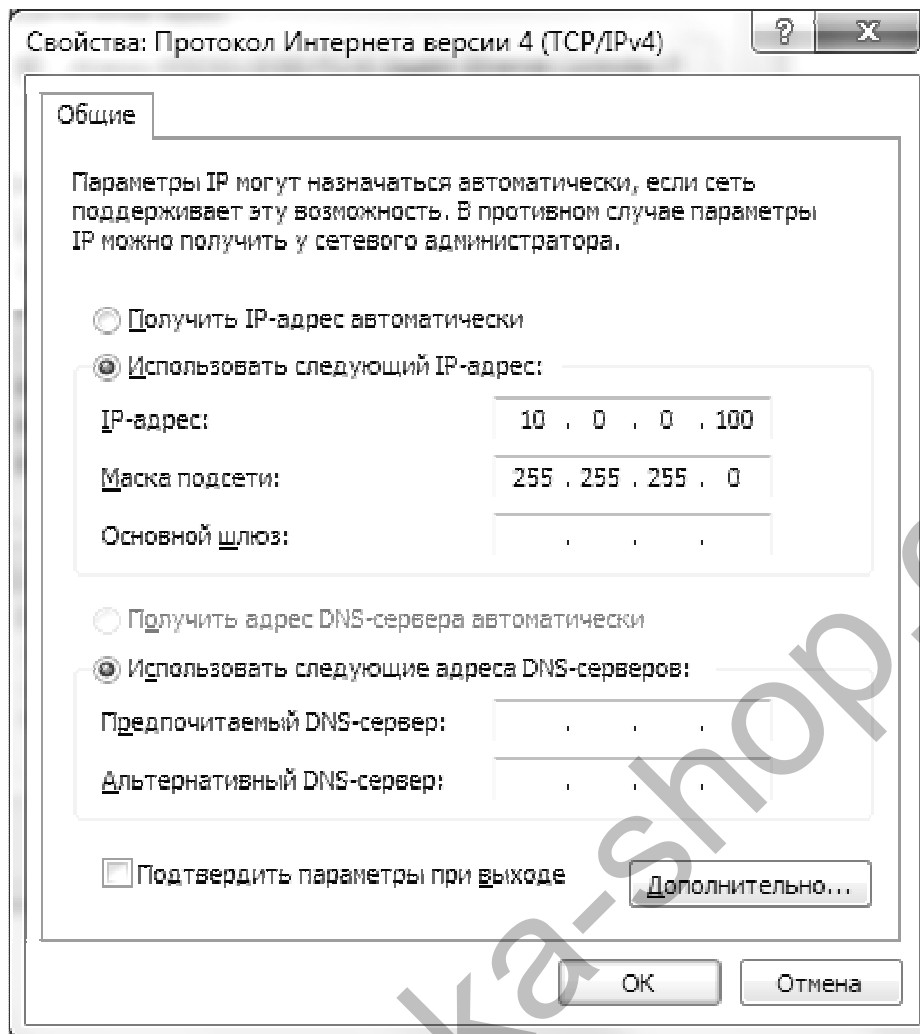

Рисунок 6.1 – Налаштування мережевої карти ПК для програмування пристрою
- 6) Налаштувати параметри мережевої карти ПК відповідно до рис. 6.1: